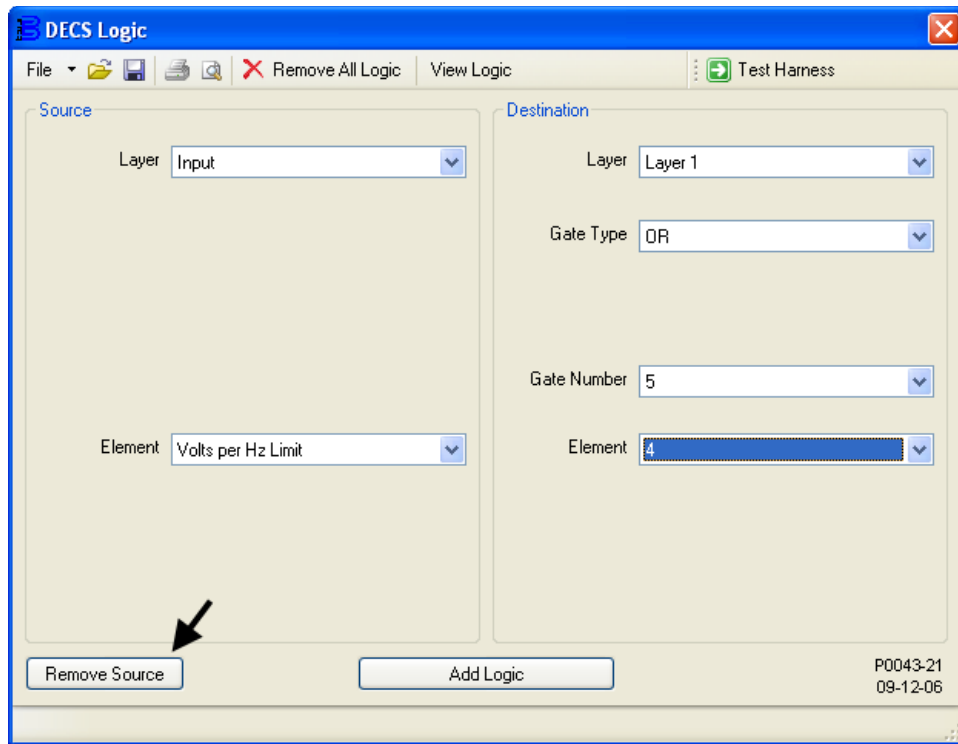

Figura 9-17. Eliminar Layer1 InputBuffer.Volts per Hz Limit --> Or1.Input4
1. La Figura 9-17 ilustra los ajustes de la ventana DECS Logic (Lógica de DECS) asociados a este paso. Desconecte el búfer de entrada V/Hz Protection Active (Protección V/Hz activa) de la entrada 4 de la OR Gate 5 (compuerta OR 5) en Layer 1 (capa 1) de la lógica. En la Tabla 9-2, esta asociación se identifica como "DESTINATION (DESTINO): Layer1 – InputBuffer.Volts per Hz Limit → Or1.Input4".